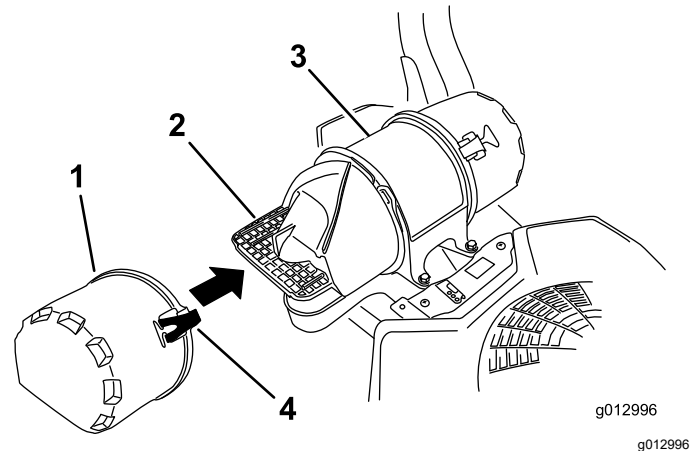

Figura 62
3. Abra los cierres del limpiador de aire y tire de la tapa de la entrada de aire para separarla del cuerpo del limpiador de aire (Figura 62).
5. Instale la tapa de la entrada de aire y sujétela con los enganches (Figura 62).